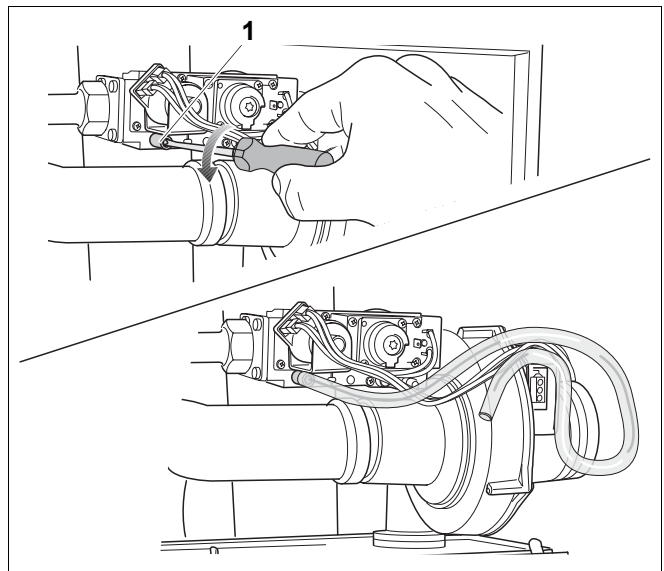

Fig. 75 Aerisiți conducta de alimentare cu gaz
- Desfaceți șurubul de strângere de la niplul de verificare pentru presiunea de racordare la gaz și pentru aerisire rotindu-l de două ori (Fig. 75, **Poz. 1**) și scoateți furtunul.